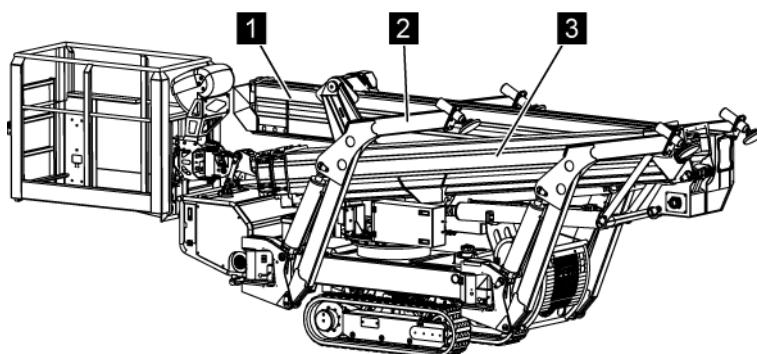

Abb. 118: Transportstellung
- Oberarm (Abb. 118/1) befindet sich in der Transportauflage.
- Unterarm (Abb. 118/3) befindet sich in der Transportauflage.
- Stützen (Abb. 118/2) sind eingefahren und in Transportstellung.